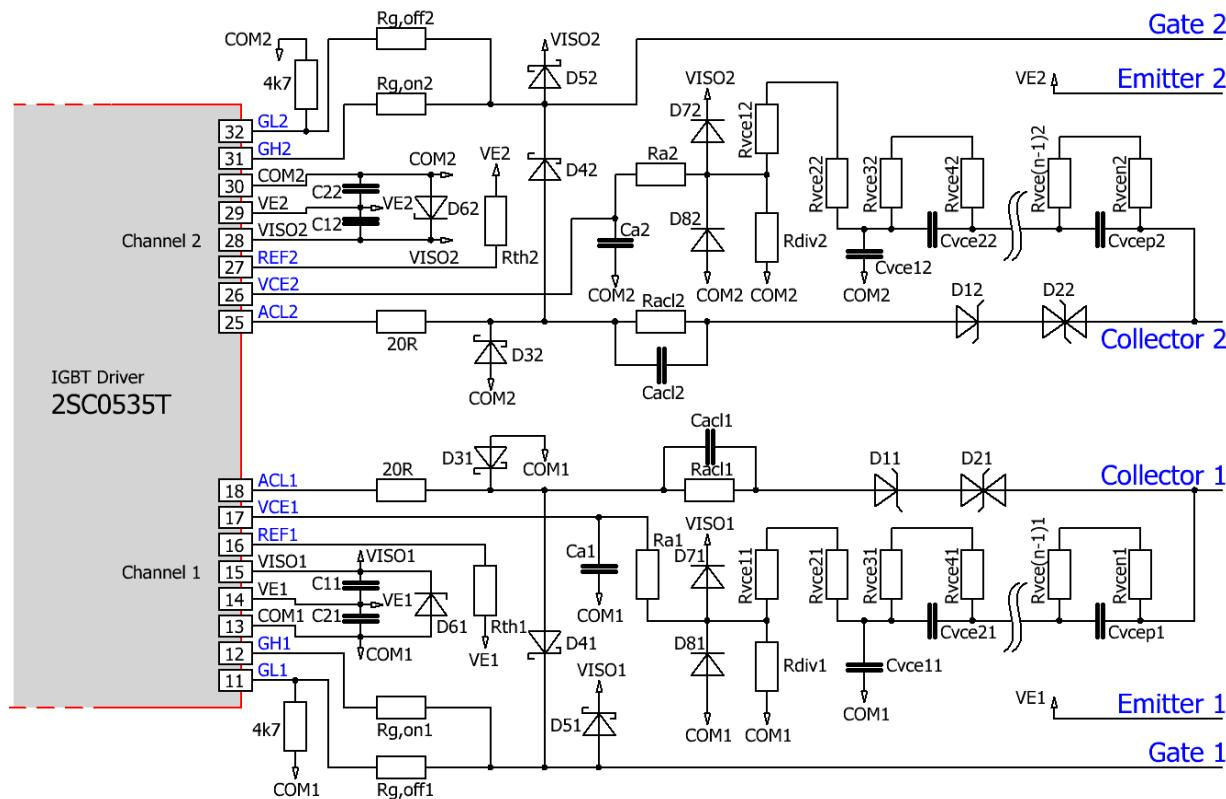

図 7 推奨される 2SC0535T (二次側) のユーザーインターフェース
VISOx 及び VEx ターミナル間に $9.4\mu F$ のコンデンサを外付けし (図 7 の C_{1x})、IGBT モジュールを最大 $4.7\mu C$ のゲート電荷で駆動させることを推奨します。
- VISOx と VEx の間で $1\mu C$ ごとに $4\mu F$ (図 7 の C_{1x})。あるいは、
- VEx と COMx の間で $1\mu C$ ごとに $2\mu F$ (図 7 の C_{2x})